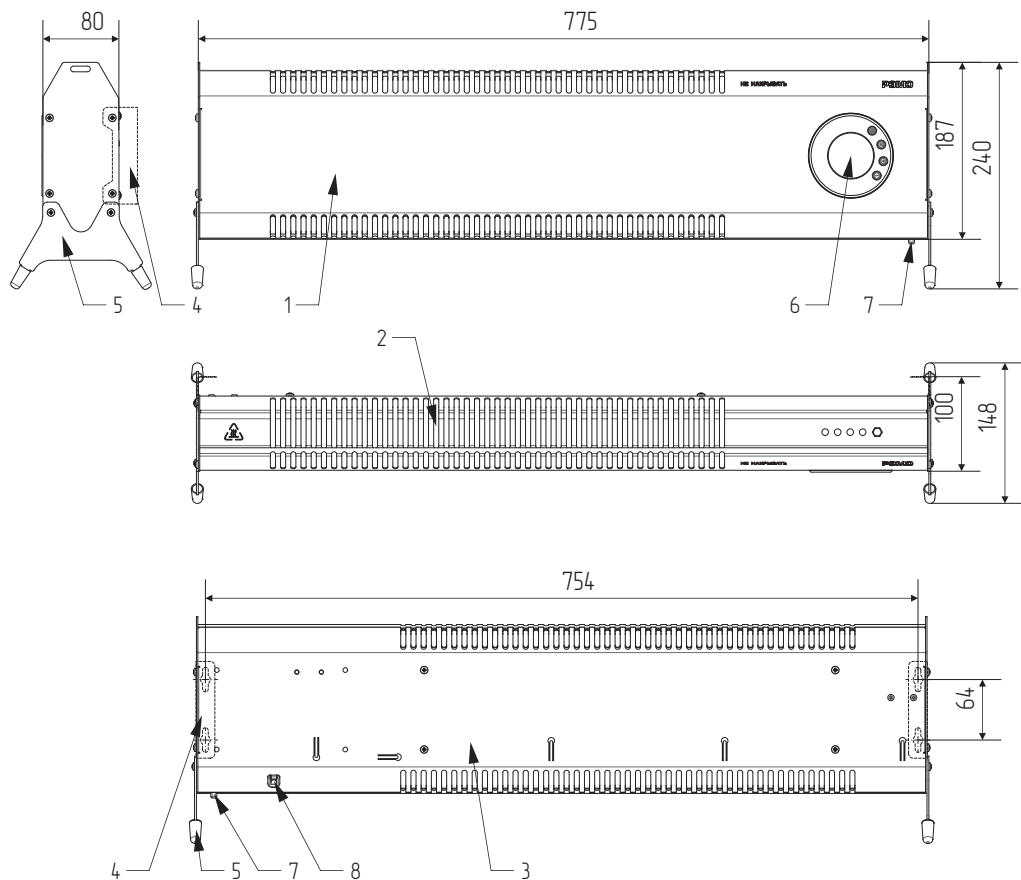

Рисунок 2.
5.1. Конвектор (см. рис. 2) представляет собой металлический корпус, состоящий из передней панели (1) и задней панели (3), внутри которого на шасси расположен электронагревательный элемент (на чертеже не показан). На корпус могут быть установлены настенные кронштейны (4) или опоры (5). На передней поверхности корпуса расположен дисплей терморегулятора (6). На нижней поверхности корпуса расположен датчик температуры окружающей среды (7).
6.4 На стене помощью уровня и рулетки (линейки) разметить отверстия. Межцентровое расстояние посадочных отверстий указано на чертеже (см. рис. 2).